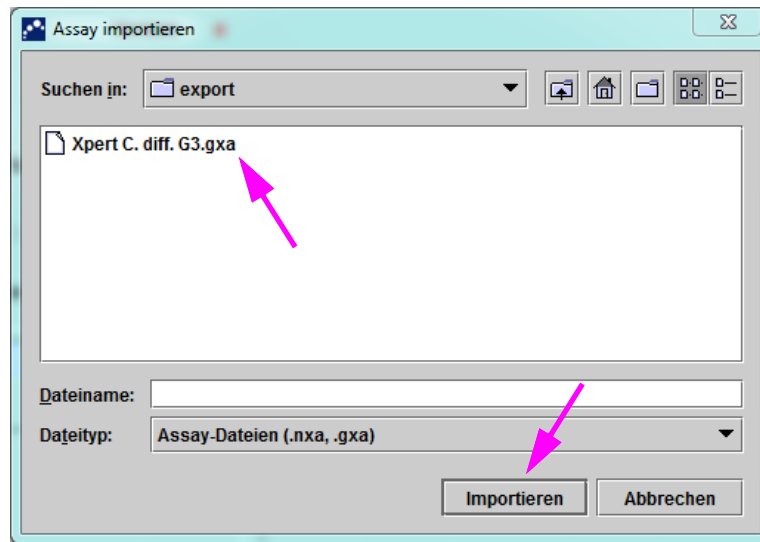

Abbildung 2-92. Dialogfeld „Assay importieren“
2. Klicken Sie auf **Importieren**. Das Dialogfeld „Assay importieren“ wird angezeigt. Siehe Abbildung 2-92.
4. Navigieren Sie zum Ordner „GeneXpert Systems“. Suchen Sie die gewünschte Assay-Definitionsdatei (.gxa/.nxa), wählen Sie diese aus und klicken Sie auf **Importieren**. Name und Versionsnummer des neuen Assays erscheinen in der Assayliste auf der linken Seite des Fensters. Details zu dem Assay sind rechts neben der Liste zu finden. Siehe Abbildung 2-92.